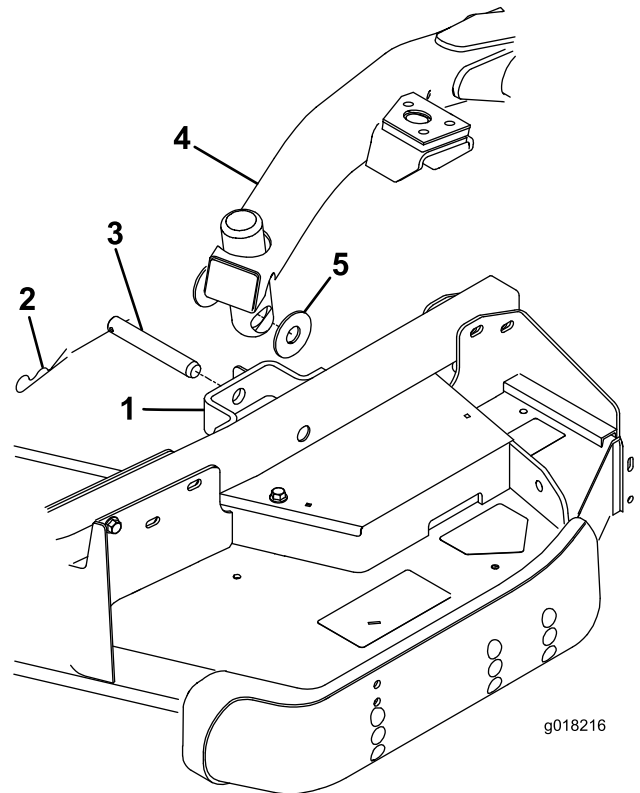

Figura 4
1. Retire las 2 arandelas de empuje, el pasador y la chaveta de los soportes del brazo de la rueda giratoria de la unidad de corte (Figura 4).
3. Presione el interruptor de elevación hacia adelante, a la posición de Flotación. Empuje hacia abajo uno de los brazos de elevación hasta que los taladros del brazo de elevación estén alineados con los taladros del soporte del brazo de la rueda giratoria (Figura 4).
4. Sujete el brazo de elevación al brazo de la rueda giratoria con 2 arandelas de empuje, un pasador y una chaveta. Coloque las arandelas de empuje entre el brazo de elevación y el soporte del brazo de la rueda giratoria (Figura 4). Introduzca el extremo del pasador de horquilla en la ranura de la pestaña del brazo de la rueda giratoria para retener el pasador.